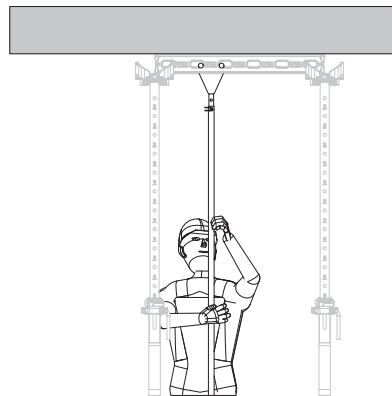

Fig. D1.04a
3. Abaisser le panneau sur la tête d'étais et l'appuyer de nouveau sur la barre de montage. (Fig. D1.04a + D1.04b)